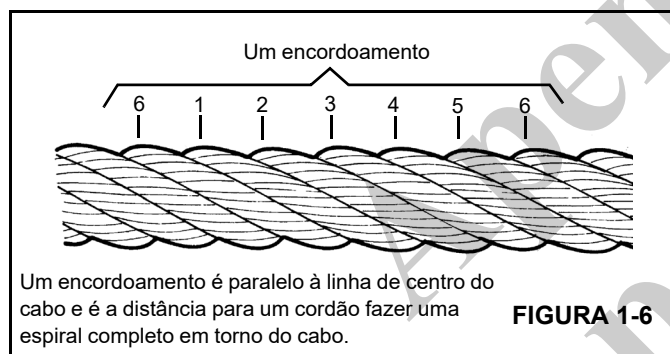

FIGURA 1-6
- Em cabos em operação, quando existirem seis fios quebrados distribuídos aleatoriamente em uma camada ou três fios quebrados em um cordão em uma camada (Figura 1-6).